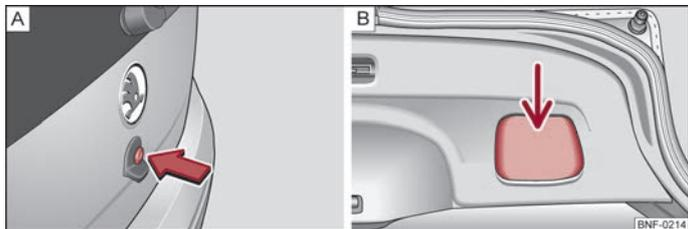

Fig. 14 Portellone posteriore
Al comando di apertura o di chiusura la chiusura centralizzata sblocca o blocca contemporaneamente **tutte** le porte. Al comando di apertura viene sbloccato il portellone posteriore. Poi è possibile aprire il portellone posteriore premendo il tasto ⇒ fig. 14 - [A].
- Aprire il portellone posteriore premendo il tasto ⇒ fig. 14 - A.
- Afferrare il portellone posteriore nell'incavo della maniglia ⇒ fig. 14 - B e tirarlo verso il basso.